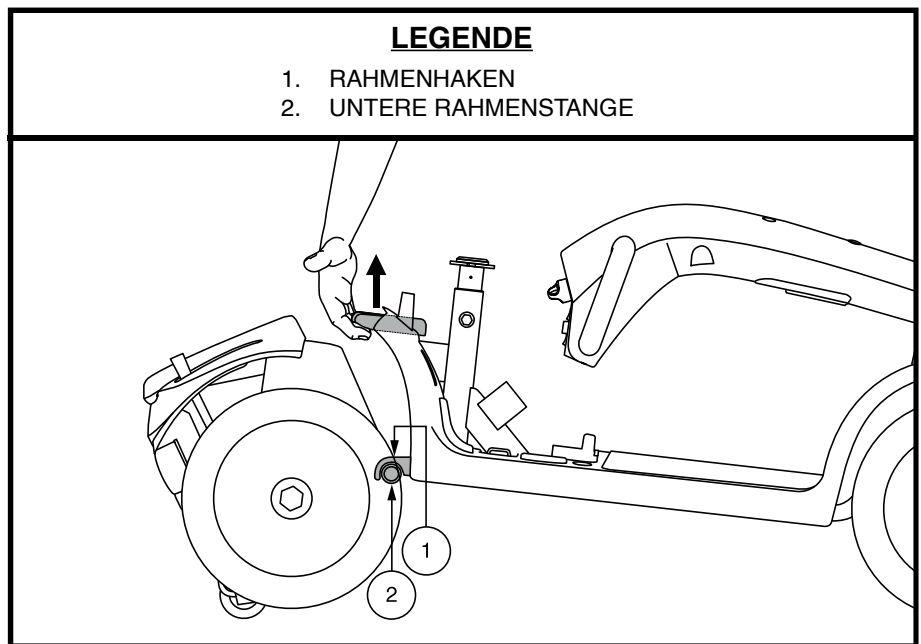

Abb. 26. Rahmenverriegelungshebel
3. Festhalten und Hochheben am Rahmenlösehebel. **Siehe Abb. 26.**
1. Vorder- und Heckteil Ihres Elektromobils wie in **Abb. 26** dargestellt positionieren.